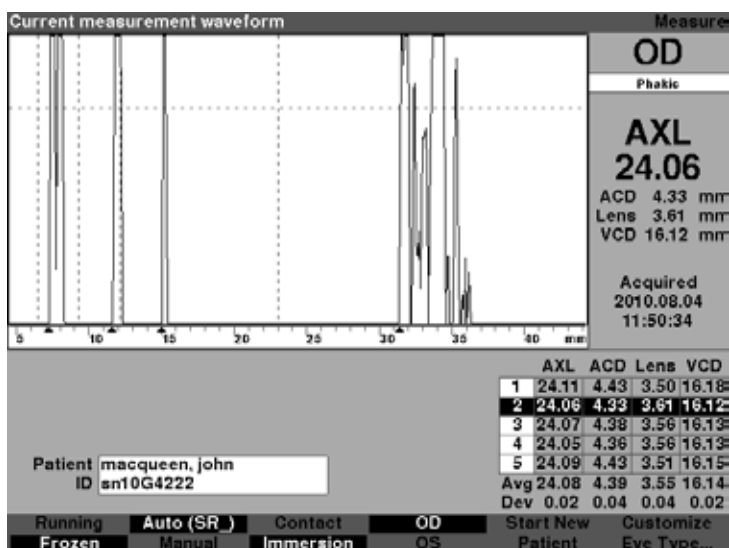

Figura 6-7 Medição da forma de onda atual selecionada
1. Dentro da tela de Medição, gire o botão para selecionar a área da forma de onda atual, indicada pela borda sólida em preto conforme mostrado na Figura 6-7.